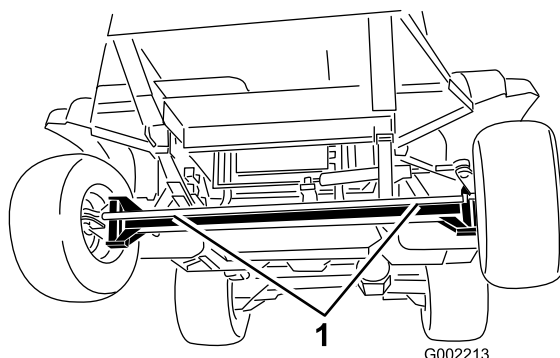
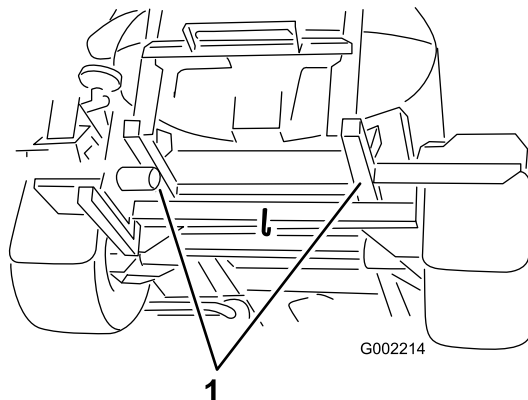

Figure 56
Figure 57
4. Accrochez un câble de remorquage au cadre; voir les points de remorquage avant et arrière (Figure 56 et Figure 57).